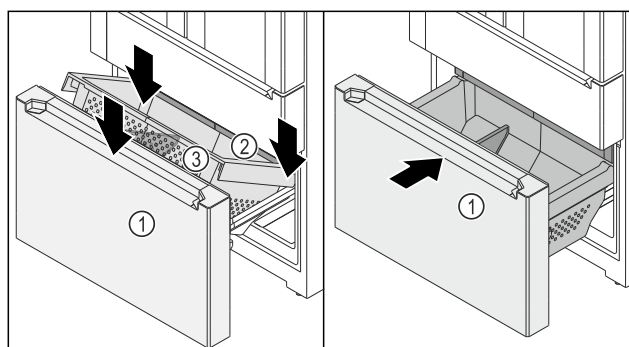

Fig. 153
- ☐ Wózek wysuwany *Fig. 153 (1)* jest wyjęty.
- ☐ Szuflada *Fig. 153 (2)* jest wsunięta.
- Pojemnik *Fig. 153 (3)* umieścić po prawej i lewej stronie na szynach.
- Pojemnik *Fig. 153 (3)* opuścić z przodu tak, aby pojemnik *Fig. 153 (3)* znajdował się na szynach po prawej i lewej stronie.
- Wsunąć wózek wysuwany *Fig. 153 (1)*.